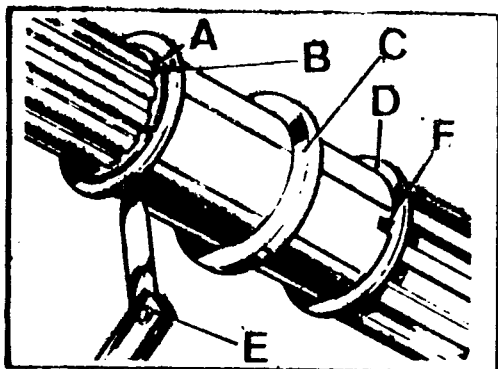

Fig. C-103 Verificación del juego longitudinal del manguito espaciador
- 3.2.6. Verificar el juego longitudinal del manguito, C (Fig. C-103) que debe quedar comprendido entre 0,05 á 0,20 mm. El ajuste se realiza sustituyendo cualquiera de las arandelas, para lo cual se dispone de recambios con diferentes gruesos.
- 3.2.7. Una vez que el juego longitudinal de los engranajes y manguito sea correcto se retirarán el arillo elástico, A, (Fig. C-103), arandela de empuje, B, para el engranaje de tercera y el manguito, C. Si se hubiese quitado, se instalará la espiga para el manguito, asegurándose que la arandela, D, del engranaje de segunda queda perfectamente encajada en su espiga.